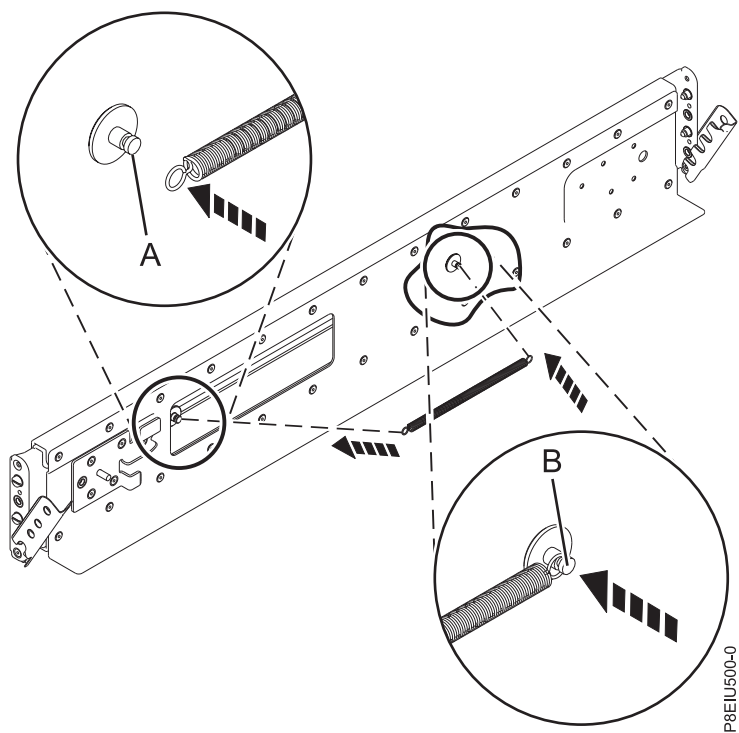

図 3. バネのレールへの取り付け
4. 6 ページの図 3 に示すように、バネの片方の端は円形のスタンドオフ (A) に、他方の端はもう一方の円形のスタンドオフ (B) に引っ掛けて、レールにバネを取り付けます。